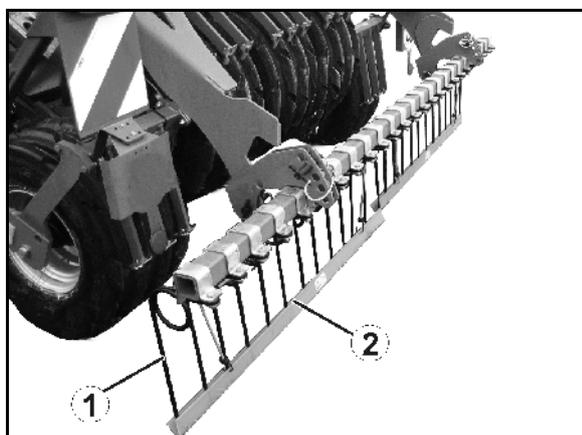

Fig. 8
Rastrillo trasero (Fig. 8/1):
- Listón de protección vial (Fig. 8/2) para el rastrillo trasero durante el transporte por carretera